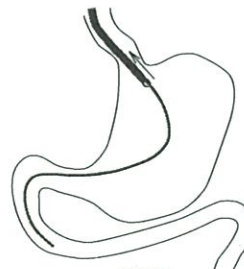

図13
2. ガイドワイヤーが抜けないように注意しながら内視鏡を抜去する。この時内視鏡を抜きながら、ガイドワイヤーを送り込むように行う。なお、その時は必ずX線透視下で進める (図13)。